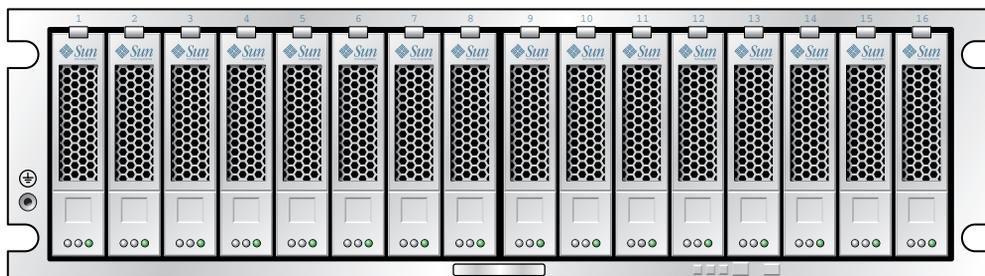

FIGURE 1-4 Avant de l'unité de contrôleur RAID Sun StorageTek 5320
L'unité de contrôleur RAID Sun StorageTek 5320 (CU) fournit de l'espace de stockage d'arrière-plan directement rattaché pour l'appareil Sun StorageTek 5320 NAS ou l'appareil en cluster Sun StorageTek 5320 NAS. Les systèmes peuvent être installés avec une ou deux unités de contrôleur en utilisant toutes les unités de disque Fibre Channel ou SATA d'une CU. La FIGURE 1-4 illustre l'avant d'une CU.